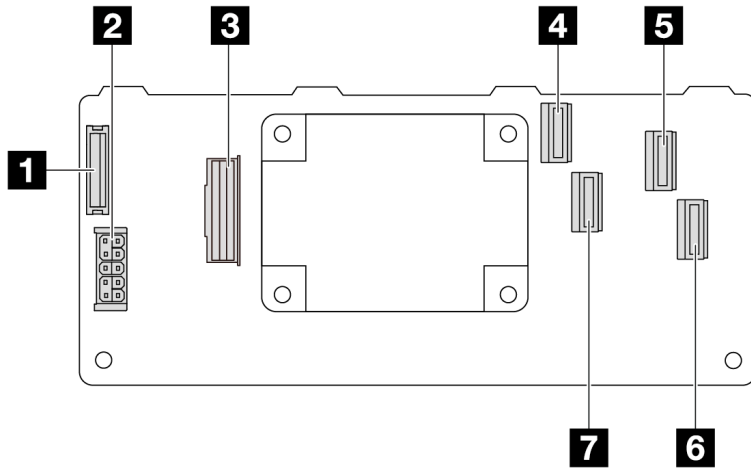

Figure 319. Un adaptateur CFF RAID Gen 3 16i (connecteurs à quatre ports)
- Figure 319 « Un adaptateur CFF RAID Gen 3 16i \(connecteurs à quatre ports\) » à la page 369